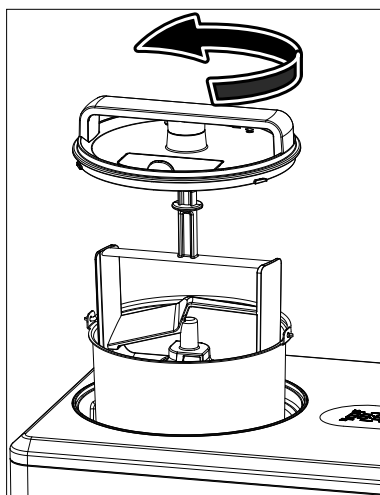

Fig. 4
- ▶ Per aggiungere altri ingredienti, per esempio delle noci, aprire l'apertura di riempimento nel coperchio (vedere **Fig. 4**). Il raffreddamento non si interrompe, la pala continua a ruotare e il ciclo di preparazione prosegue.
- ▶ Dopo il riempimento richiudere l'apertura di riempimento (12).